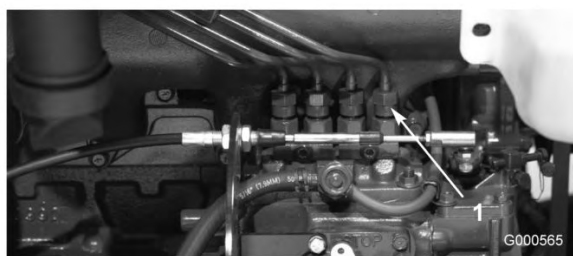

Figura 41
1. Allentate l'attacco del tubo con l'assieme del supporto e dell'ugello dell'iniettore n. 1 sulla pompa di iniezione (Figura 41).